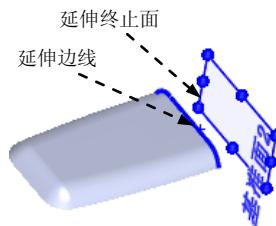

图 6.8.3 定义延伸边线和延伸终止面
Step3. 定义延伸边线。选取图 6.8.3 所示的边线为延伸边线。
Step5. 定义延伸类型。在 **延伸类型(X):** 区域中选择 线性(L) 单选项。
Step6. 定义延伸终止面。选取图 6.8.3 所示的基准面 2 为延伸终止面。